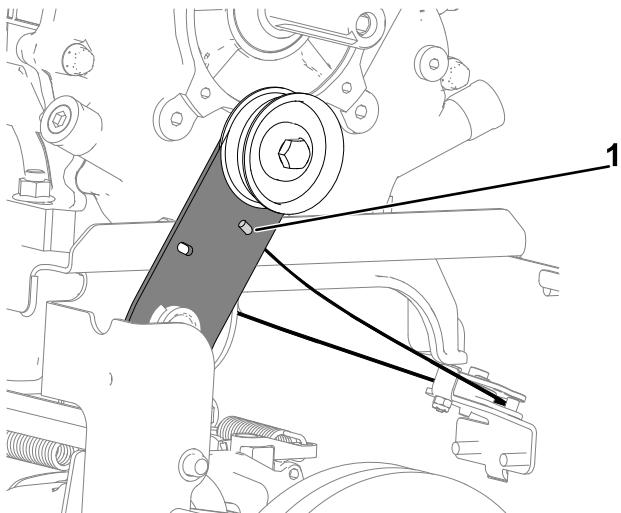

Рисунок 18
4. Установите Z-образный изгиб троса тягового привода на рычаг муфты тягового привода (Рисунок 18).